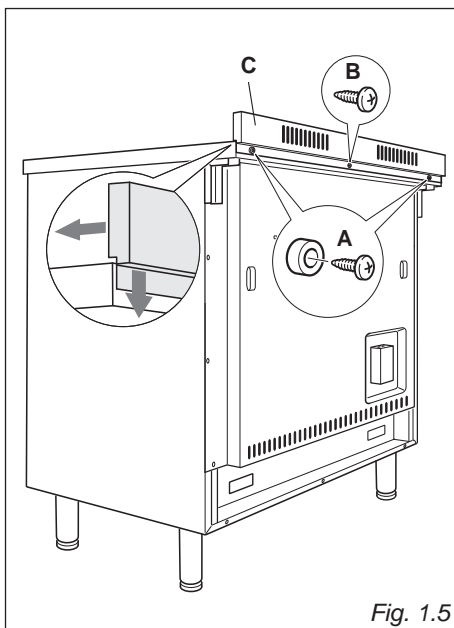

Fig. 1.5
Innan installation av spisen monteras bakkanten "C" (fig. 1.5).
3. Montera bakkanten som illustrerad på Fig. 1.5 med skruven "B" och distanshållarna "A".